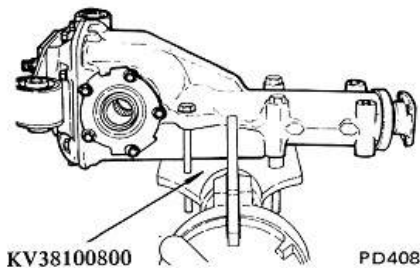

Fig. PD-10 Différentiel dans son support spécial
1. Monter le carter sur le support spécial KV38100800. Voir figure PD-10. Déposer la traverse de montage du différentiel (traverse de suspension du différentiel) et le couvercle arrière.